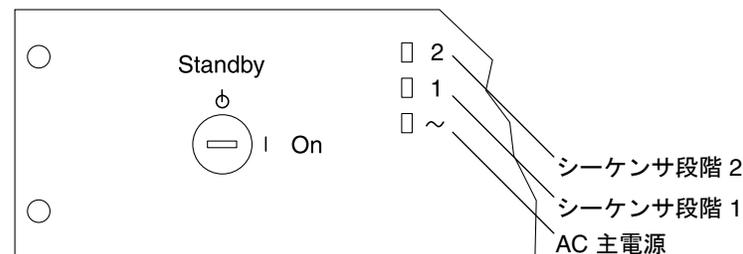

図 4-3 正面のシーケンサの状態表示 LED
6. 記憶装置システムの正面のキースイッチを回して、オンの位置に合わせます (図 4-3)。